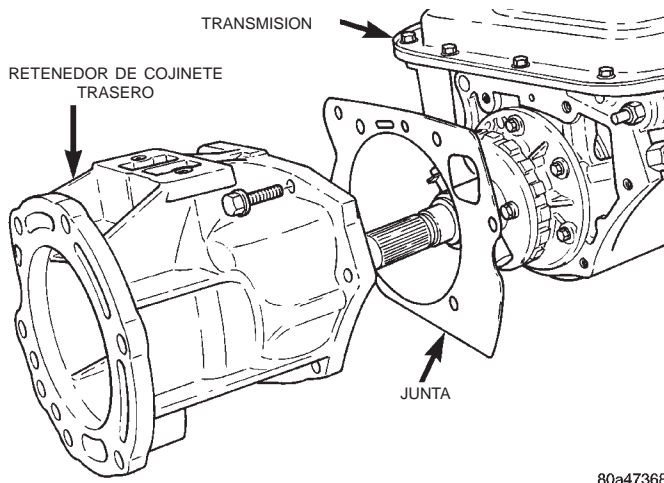

Fig. 25 Retenedor de cojinete trasero
- (1) Eleve y apoye el vehículo sobre caballetes de seguridad.
- (2) Apoye la transmisión sobre un dispositivo de elevación adecuado.
- (3) Retire la placa de deslizamiento. Para informarse sobre el procedimiento correcto, consulte el grupo 13, Bastidor y parachoques.
(4) Retire los ejes propulsores. Para informarse sobre el procedimiento correcto, consulte el grupo 3, Diferencial y sistema de transmisión.
(5) Retire la caja de cambios.
(6) Retire los pernos que fijan el retenedor de cojinete trasero a la caja de la transmisión (Fig. 25).
(7) Separe el retenedor de cojinete trasero de la transmisión.
(8) Deslice el retenedor de cojinete trasero hacia atrás para extraerlo del eje transmisor (Fig. 25).
(1) Instale una junta trasera nueva en el retenedor de cojinete trasero. Para instalar la junta, use el mango C-4171 y el instalador de juntas C-3860-A.
(2) Coloque la junta del retenedor de cojinete trasero en su posición en la parte trasera de la transmisión.
(3) Deslice el retenedor de cojinete trasero hacia adelante y sobre el eje transmisor (Fig. 25).
(4) Guíe el eje de estacionamiento introduciéndolo en el calce de estacionamiento y empuje hacia adelante el retenedor de cojinete trasero hasta que el vástago pase a través de la abertura posterior del calce. Puede ser necesario utilizar un alambre para sostener el calce hacia un lado y permitir el paso del vástago.
(5) Instale los pernos que fijan el retenedor de cojinete trasero en la parte trasera de la transmisión.
(6) Instale la caja de cambios.
(7) Instale los ejes propulsores.
(8) Instale el soporte trasero de la transmisión y la placa de deslizamiento.
(9) Baje el vehículo y verifique el nivel de líquido de la transmisión. Agregue líquido según sea necesario.